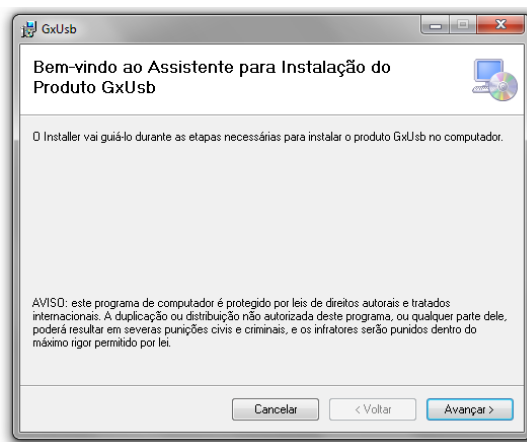

Figura 2
1. Coloque o disco de instalação no computador e clique no programa GxUsbSetup.msi. Aparecerá a tela inicial (Figura 2).